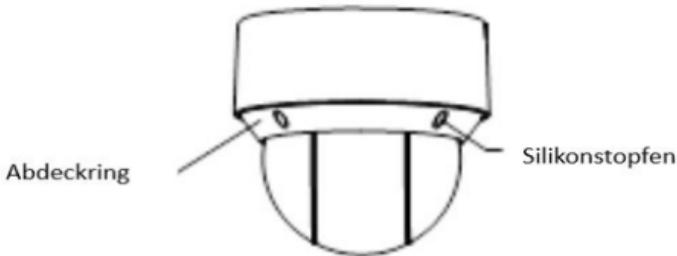

Abbildung 2-1 Entfernen der Silikonstopfen
1. Entnehmen Sie die vier Silikostopfen vom Abdeckring wie in Abbildung 2-1 gezeigt. Darunter befinden sich jeweils Schrauben.